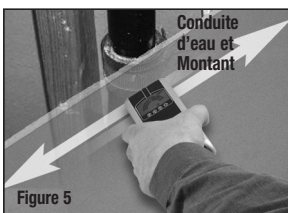

Figure 5
- L'instrument peut fonctionner simultanément en fonction Détection de Métaux et Recherche de montants. Puisqu'il peut exister une tuyauterie dans le même endroit dans le mur (voir Figure 5), les indicateurs de métaux et de montants s'afficheront ensemble. Si le câblage qui est en tension est situé dans la plinthe de mur ou un poteau de cloison dans le mur (voir Figure 5), les indicateurs de tension et de montants s'afficheront ensemble.